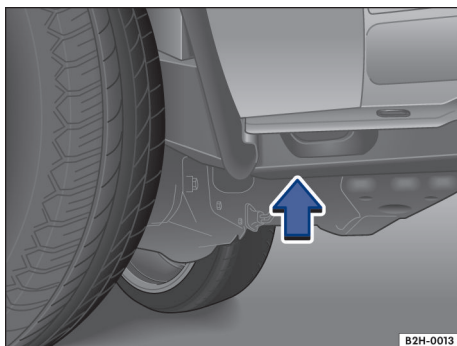
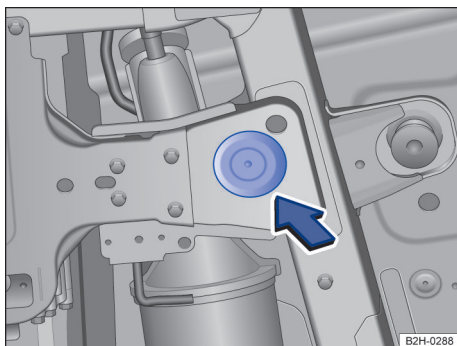
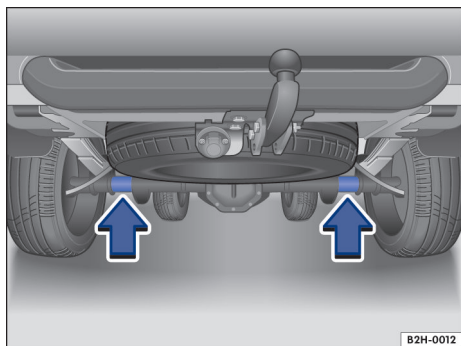

Fig. 199 Pelo lado: ponto de apoio dianteiro do macaco.
Fig. 200 Por baixo: ponto de apoio dianteiro do macaco.
Fig. 201 Pontos de apoio traseiros do macaco.
O macaco deve ser colocado somente nos pontos de apoio mostrados → Fig. 199 (visto pela lateral) ou → Fig. 200 (visto por baixo).
O macaco deve ser colocado somente nos pontos de apoio mostrados → Fig. 201 (setas).
3. Procurar o ponto de apoio dianteiro → Fig. 199 ou traseiro → Fig. 200 do macaco que se encontrar mais próximo da roda a ser trocada.
6. Verificar se o macaco se encontra abaixo das áreas marcadas na dianteira → Fig. 199 ou na traseira → Fig. 201.
7. Alinhar o macaco e simultaneamente girar mais para cima até que a área de apoio do macaco encoste no ponto de apoio → Fig. 200 ou numa das depressões → Fig. 202.
- Posicionar o macaco somente nos pontos indicados → Fig. 199 e → Fig. 200.